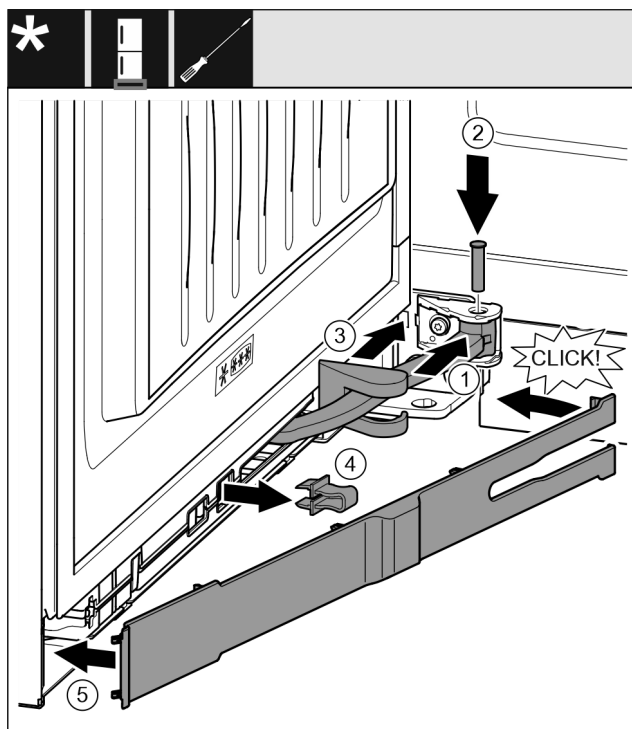

Fig. 69
- Ruotare il giunto Fig. 69 (1) nella sospensione.
- Con un cacciavite Fig. 69 (2) inserire i perni nella sospensione e nel giunto. Assicurarsi che la camma di arresto sia posizionata correttamente nella scanalatura.
- Spostare la copertura del blocco di supporto Fig. 69 (3) lungo il giunto e montarla sulla sospensione.
- Rimuovere il fusibile Fig. 69 (4).
- Applicare la maschera Fig. 69 (5) dal lato della maniglia e ruotarla verso l'interno.